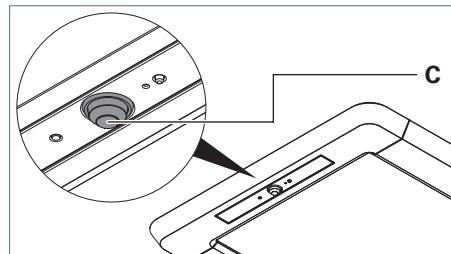
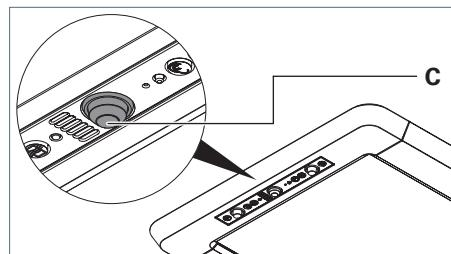

Fig. 31: Sensore PIR, versione R.
Fig. 32: Sensore PIR, versione RX.
- ▶ Posizionare la testa a sfera **C** del sensore PIR nella direzione desiderata, vedere Fig. 31 e vedere Fig. 32.